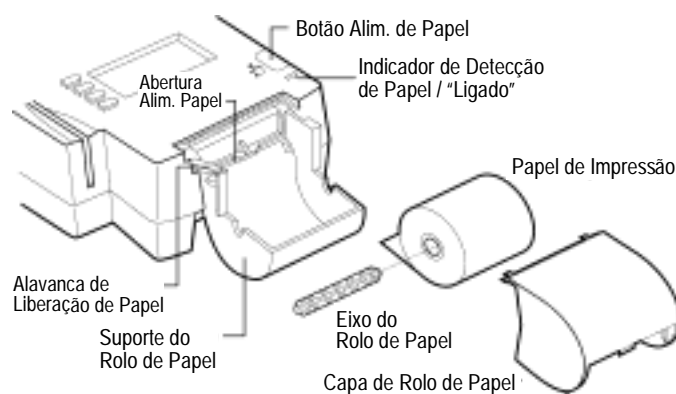

Figura 15 Características da Impressora Térmica
Embutido no OMNI 3200 há uma impressora térmica rápida e silenciosa. Devido a impressora receber energia diretamente do terminal, não há cabos adicionais para conectar (veja Figura 15).
4. Segurando o rolo com o papel sendo alimentado por baixo do rolo, devagarinho oriente a borda-guia para a abertura de alimentação de papel (veja Figura 15). Quando o sensor detectar o papel, o mecanismo de alimentação inicia-se automaticamente, avançando o papel para dentro da impressora. (Se necessário, pressione o botão de alimentação do papel até que o papel surja da abertura abaixo da tira de metal serrilhado.)
1. Retire a capa do rolo de papel. Em seguida, levante a pequena alavanca localizada à direita do encaixe de rolo de papel até que a mesma se encaixe na sua posição “para cima” (veja Figura 15). Isto lhe permite mover o papel livremente através do mecanismo de alimentação de papel.